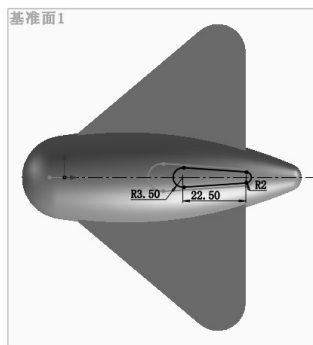

图 9-112 标注草图尺寸 1
9) 绘制放样草图 2。在左侧 FeatureManager 设计树中用鼠标选择“基准面 1”，作为绘制图形的基准面；单击“草图”控制面板中的 ↗ （直线）按钮、 ○ （圆）按钮和 ✂ （裁剪）按钮，绘制图 9-112 所示的草图并标注尺寸。